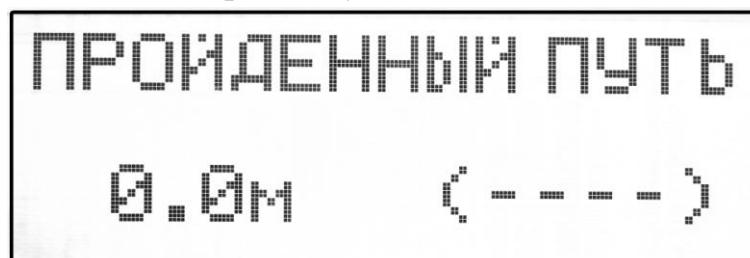

Рисунок 24
При включении режима «Калибровка пути» на дисплее появится окно рисунок 24.
В этом окне рисунок 24 приведен установленный ранее Интервал между импульсами датчика пути (либо пустое значение).
После появления на дисплее окна рисунок 24 можно:
• **Высока/Низка скорость сеялки.** Проверка скорости сеялки производится в течение 10 секунд с интервалом в 2 минуты только в режиме «Контроль». Если все эти 10 секунд скорость **не соответствует** заданным пределам, то в окне рисунок 24 на 5 секунд вместо скорости сеялки появляется символ «**↑↑10,7 км/ч**» либо «**↓↓10,7 км/ч**», сопровождаемый звуковым сигналом (рисунок 38).